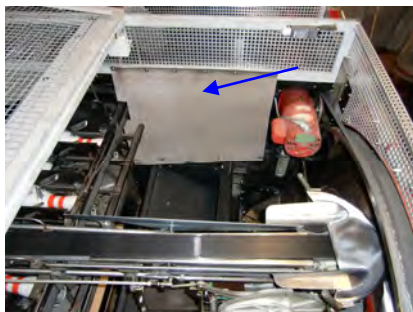

Abb. 7: Verdeckung (Matte)
5. zur Sicherung der Gefahrstellen im unteren Bereich des Ballrücklaufes zweier benachbarter Pinsetter durch beidseitige Verdeckungen (Abb. 7).